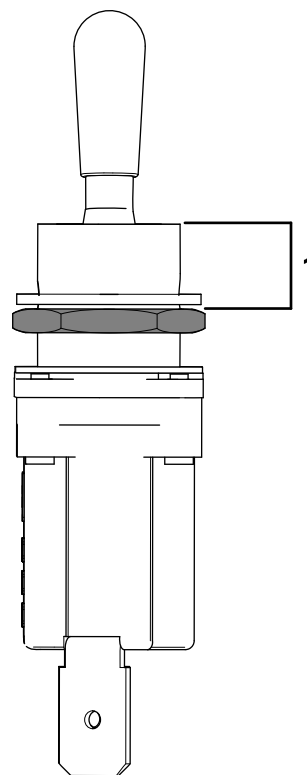

図 8
7. 図 8 のように、スイッチのねじ山の上端から六角ナットまでの深さを 7.9 mm に調整する。